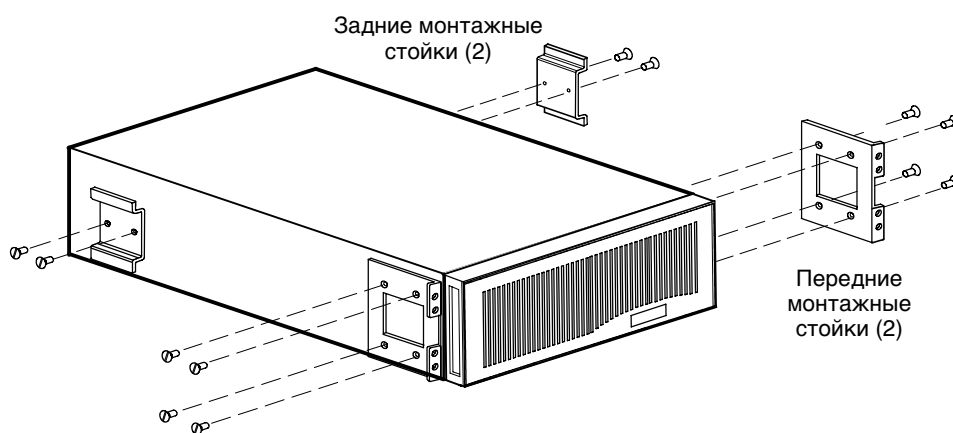

Рисунок 7. Установка переднего и заднего кронштейнов ЕВМ
10. Совместите два передних кронштейна с отверстиями по бокам дополнительного батарейного модуля и закрепите их восемью винтами с потайной головкой M4, входящими в комплект поставки (см. рис. 7).